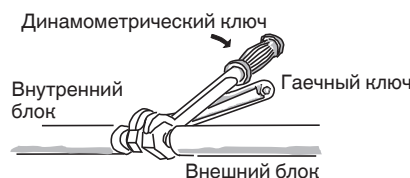

Рис. 5-6
- Во время снятия конусных гаек с соединений трубопровода или во время их затяжки после соединения трубопровода, обязательно используйте 2 разводных ключа или рожковых гаечных ключа. (Рис. 5-6) В случае чрезмерной затяжки конусных гаек возможно повреждение конусного соединения, что может привести к утечке хладагента и вызвать травмы или удушье у находящихся в помещении людей.